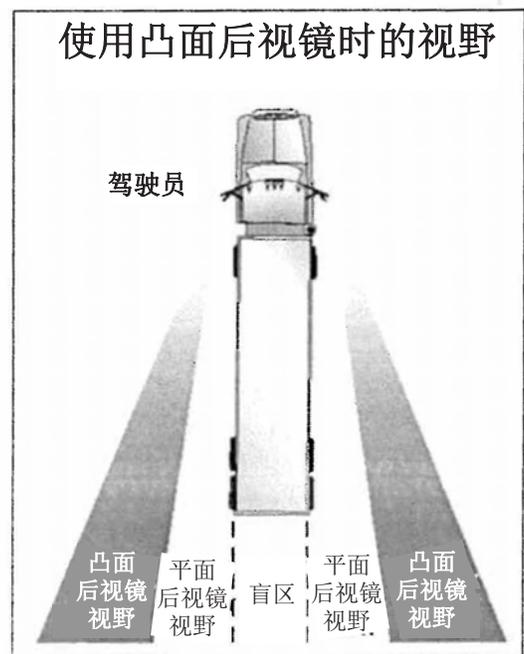

图 2.7
- 许多大型车辆会配备曲面（凸面、“鱼眼”、“盲区”、“超广角”）后视镜，与平面后视镜相比，呈现的区域更宽，通常都很有用。不过，在凸面后视镜中，所有物体看起来都比直接看要小，也比实际距离更远。意识并考虑到这一点非常重要。图 2.7 所示为使用凸面后视镜时的视野。